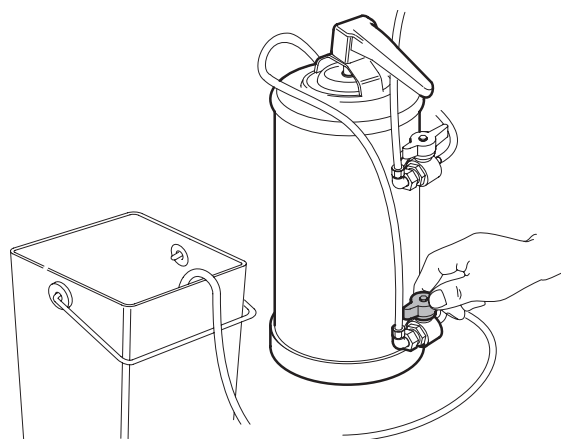

Fig. 6.12
- Ruotare il rubinetto inferiore avendo cura di mettere il relativo tubo in un secchio o meglio in uno scarico (*Fig.6.12*).